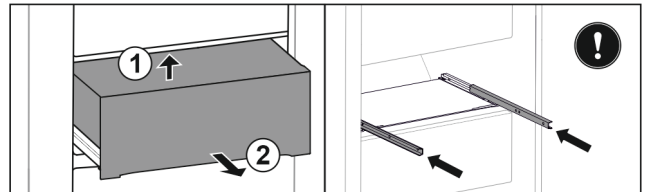

Fig. 114
- ▶ Emelje meg alulról a fiók hátulját. Fig. 114 (1)
- ▶ Vegye ki a fiókot előre felé. Fig. 114 (2)